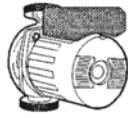

Fig. 4.10
– убедитесь также в том, что циркуляционный насос работает правильно (рис. 4.10)
– переведите главный выключатель системы в положение «выключено» (рис. 4.10) и убедитесь в том, что котел **Fabula** полностью останавливается.